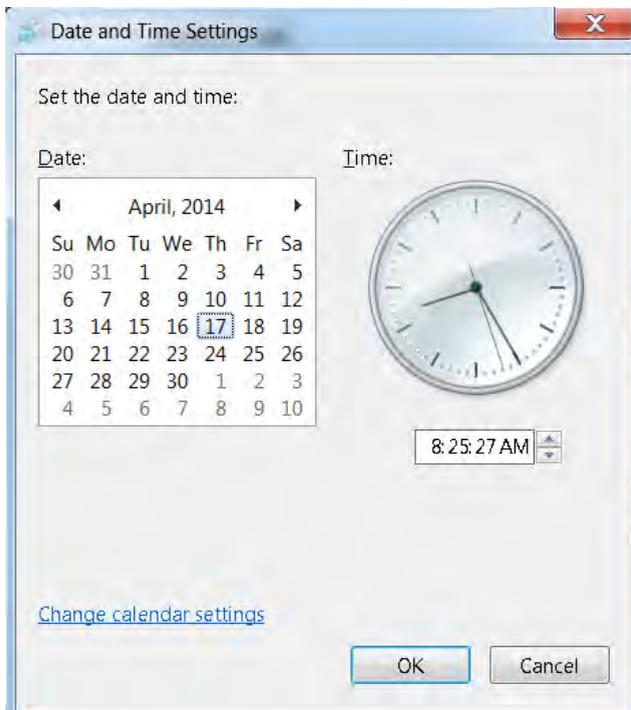

Figure 2-61 Boîte de dialogue Date and Time Settings (Paramètres de date et d'heure)
- d) Pour modifier les secondes, double-cliquer sur les secondes, puis cliquer sur les flèches pour augmenter ou diminuer la valeur. Voir la figure 2-61.